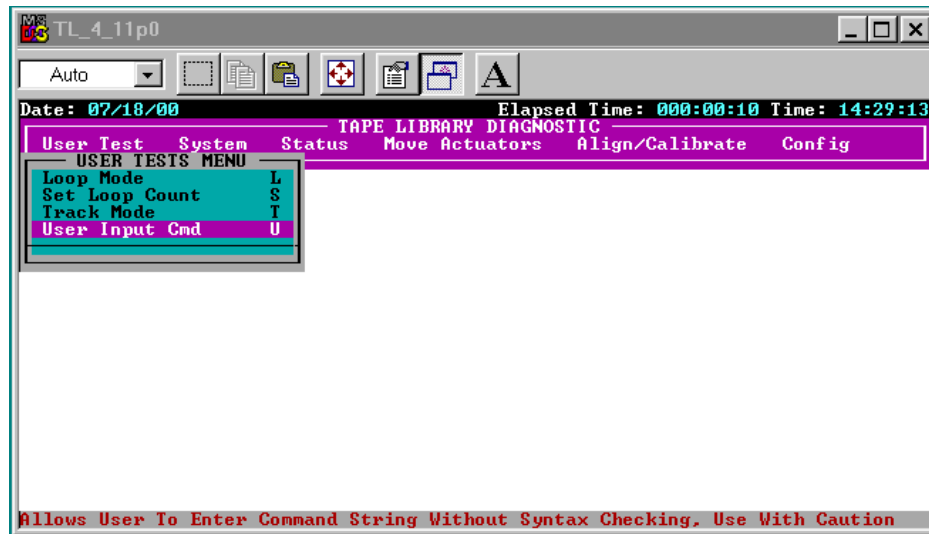

Figura 3-9. Menú User Test (Prueba de Usuario)
- ③ Puerto de diagnóstico (lateral izquierdo de la biblioteca de cintas)
- Desde el User Test Menu (Menú de Prueba del Usuario), seleccione User Input Cmd (Comando de Entrada de Usuario) (consulte la Figura 3-9).